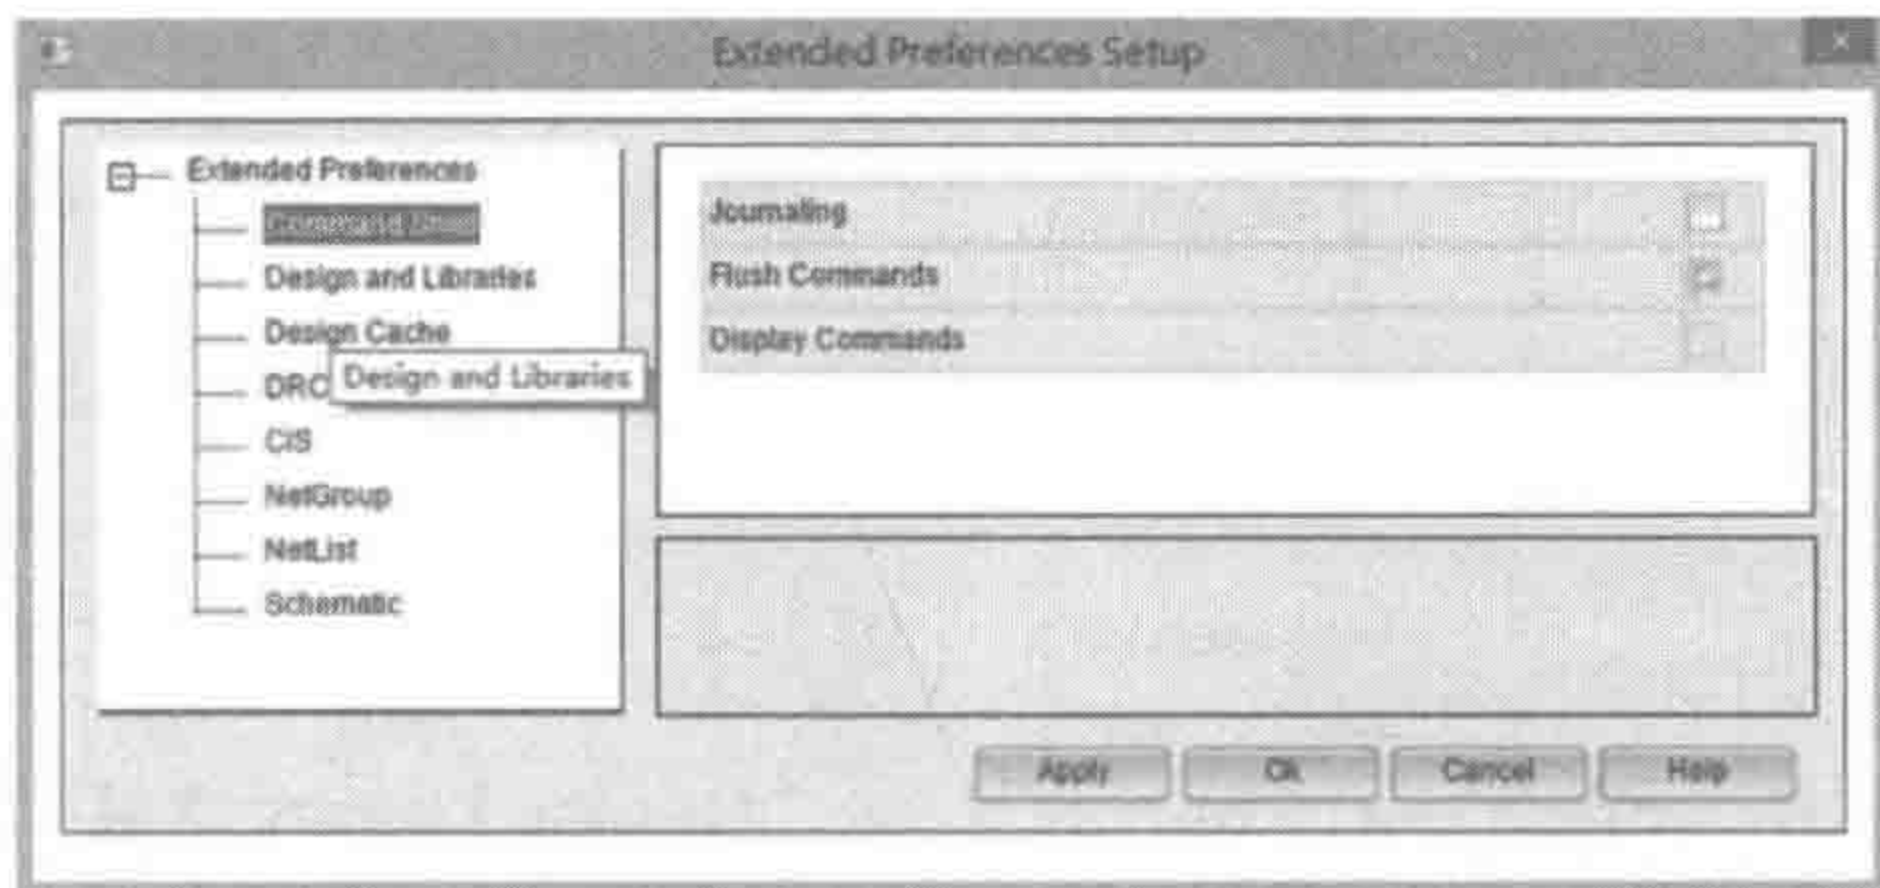

图 1-4-2 “Extended Preferences Setup”界面
3) **Extended Preferences Setup** OrCAD Capture 有更高级的使用环境设定, 执行命令“Option”→“Preferences”→“More Preferences”进入设置界面, 如图 1-4-2 所示。